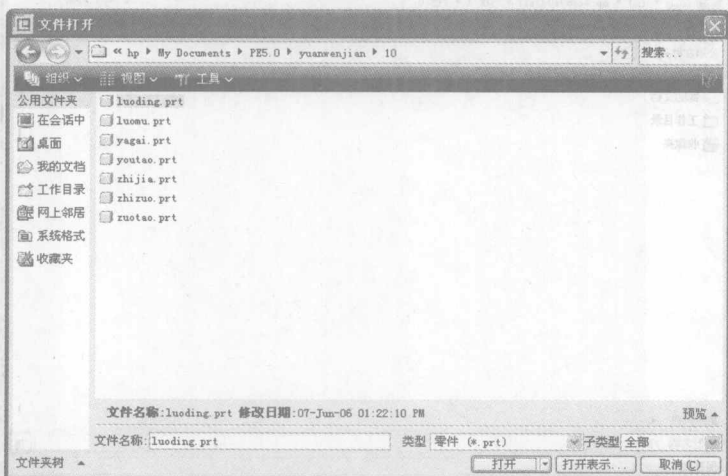

图 1-7 打开特定类型的文件
(2) 要缩小搜索范围,可从“类型”框中选取一个文件类型,然后从“子类型”框中选取子类型。目录中只会列出所选类型,如图 1-7 所示是上一个对话框中选择“组件 (*.asm)”类型后的结果。